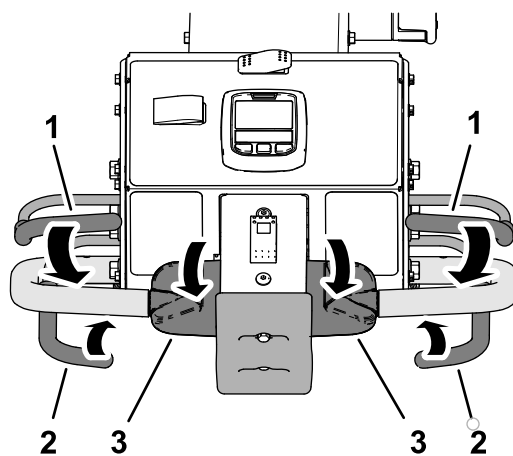

Figura 37
2. ینی oricare dintre manetele pentru prezența operatorului la bara de ghidare, roții partea superioară a comenzii de traciune înainte și închidezi maneta de aerare (Figura 37).